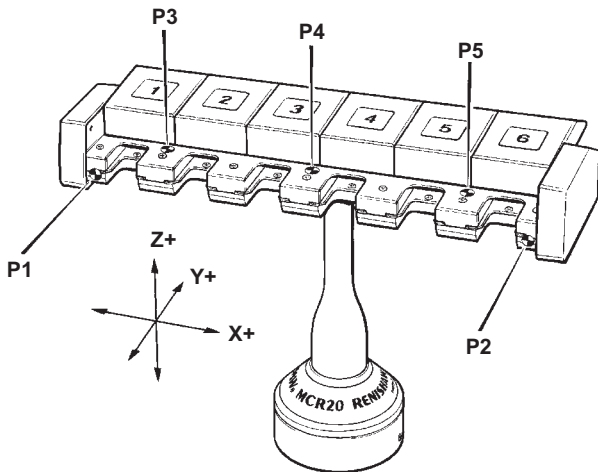

Рисунок 8 - Привязка магазина MCR20 для смены контактно-измерительных модулей
Регулировка положения магазина MCR20 для смены контактно-измерительных модулей относительно осей КИМ выполняется в следующем порядке (см. Рисунок 8):
3.5.2 Определение глубины стыковки (Y)
Чтобы определить глубину стыковки для всех ячеек MCR20 (Y), выполните следующие действия (см. Рисунок 8):
3.5.3 Определение высоты стыковки (Z)
Чтобы определить высоту стыковочных ячеек MCR20 (Z), выполните следующие действия (см. Рисунок 8):